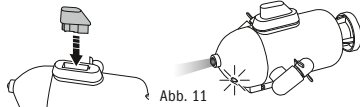

Abb. 11
Die Suchscheinwerfer des U-Boots werden nun aufleuchten (Abb. 11)
11. Charge submarine, if the seachlight LED is flashing (fig. 11)